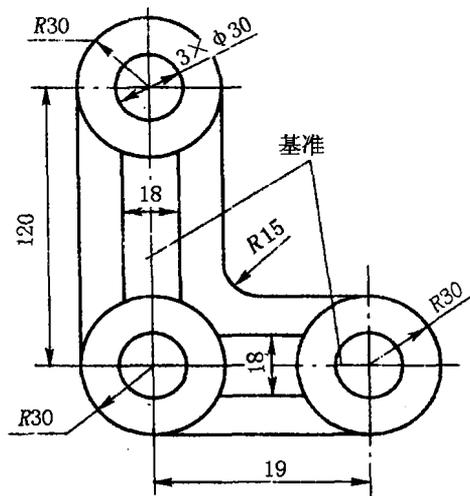

图 2-13 以两条相互垂直的中心线为基准
③以两条相互垂直的中心线为基准:如图 2-13 所示零件的两个方向尺寸都以其中心线为对称轴,因此应选水平中心线和垂直中心线分别为该零件两个方向上的划线基准。